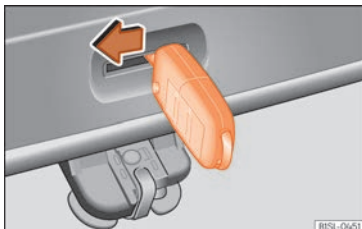

Fig. 8 Des del maleta: desbloqueig d'emergència de la porta del darrere.
- Introduïu l'espasi de la clau en l'obertura de la porta posterior » » » **fig. 8** i pressioneu la palanca de desbloqueig en el sentit de la fletxa per desbloquejar la porta posterior.